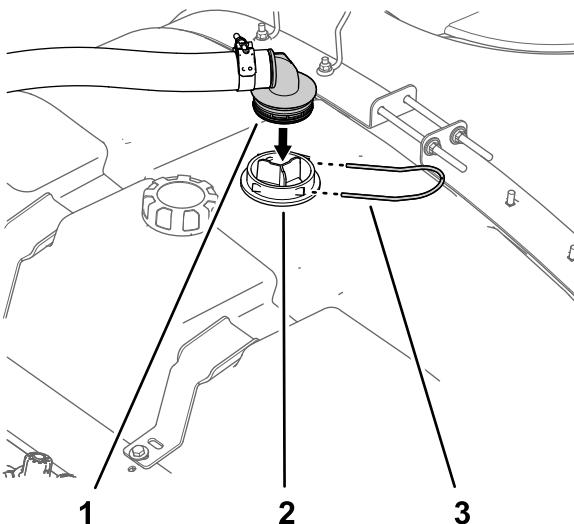

図 15
1. 液剤給液ホースの、バーブ付き90°フィッティングを吸い込みスクリーンのハウジングに合わせる図 15。
2. バーブ付き 90° フィッティングを、ハウジング図 15に固定するステップ4 液剤タンクの準備を行う \(ページ 7\)で外したリテーナを使用する。